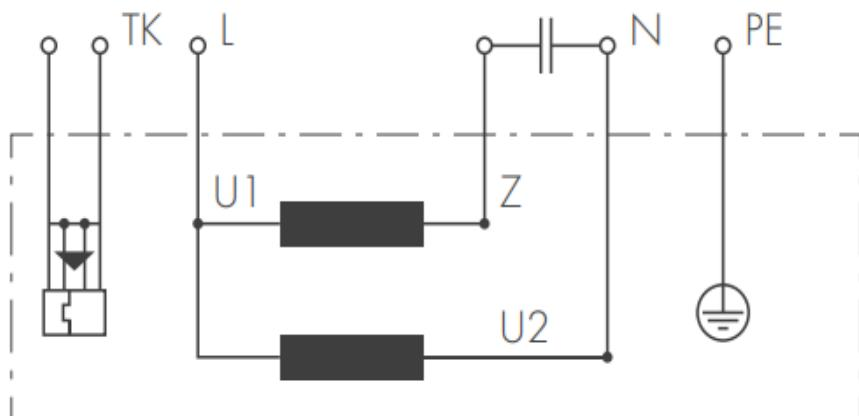
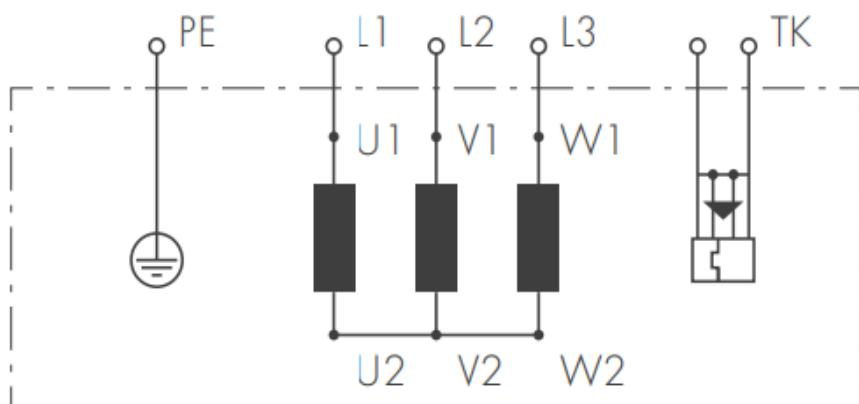

Рисунок 2 - Схема подключения однофазного двигателя
Рисунок 3 - Схема подключения трехфазного двигателя
- электрическое присоединение двигателя производить в соответствии со схемой подключения (см. Рисунок 2, см. Рисунок 3).